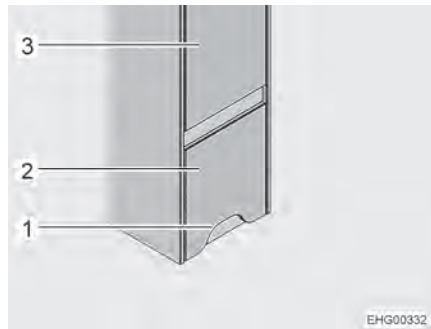
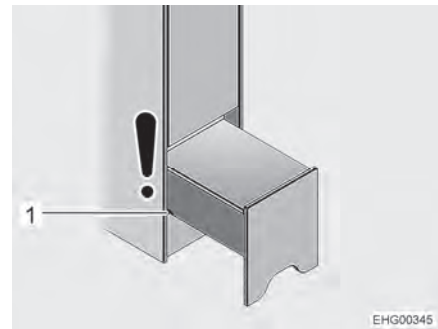

Fig. 81 Base di appoggio per la salita (chiusa)
Fig. 82 Base di appoggio per la salita (posizione notte)
Ubicazione La base di appoggio per la salita è installata nella parte destra del veicolo, sotto all'armadio guardaroba (Fig. 81,3) davanti al letto in coda.
- ▷ La porta del vano WC si trova di fronte alla base di appoggio per la salita. Se la base di appoggio per la salita è estratta solo parzialmente (posizione notte, vedere Fig. 82) è possibile aprire la porta del WC. Se invece la base di appoggio per la salita è estratta completamente al fine di accedere al vano, la porta del vano WC non può essere aperta completamente.
- Afferrare la base di appoggio per la salita (Fig. 81,2) in corrispondenza dell'apertura (Fig. 81,1), sollevare leggermente ed estrarla fino alla prima scanalatura (Fig. 82,1) per la posizione notte.